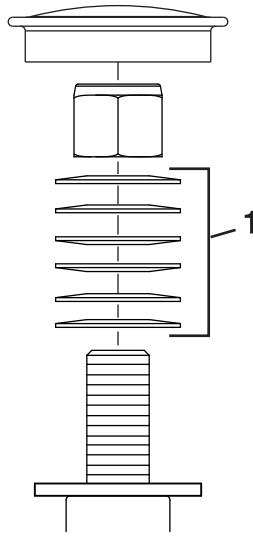

図 50
3. キャスタからダストキャップを外してロックナットを締め付ける図 50。
4. スプリングワッシャが平たくつぶれるまでロックナットを締め付け、その位置から 1/4 回転もどすと、ベアリングに対して適切な予負荷がかかる図 50。
- 重要**スプリングワッシャが図 50 のように正しく取り付けられていることを確認してください。
5. ダストキャップを取り付ける図 50。